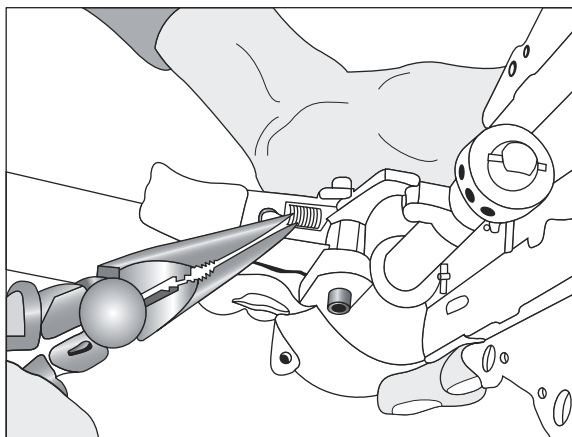

Figure 28
2. Retirez le ressort à l'aide d'une pince à bec effilé. (Voir Figure 28)